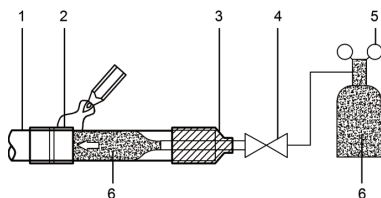

Рис. 6.4
- Когда во время пайки трубопровод заполнен азотом, давление азота необходимо снизить до 0,02 МПа с помощью редуктора для снижения давления. См. рисунок 6.4.